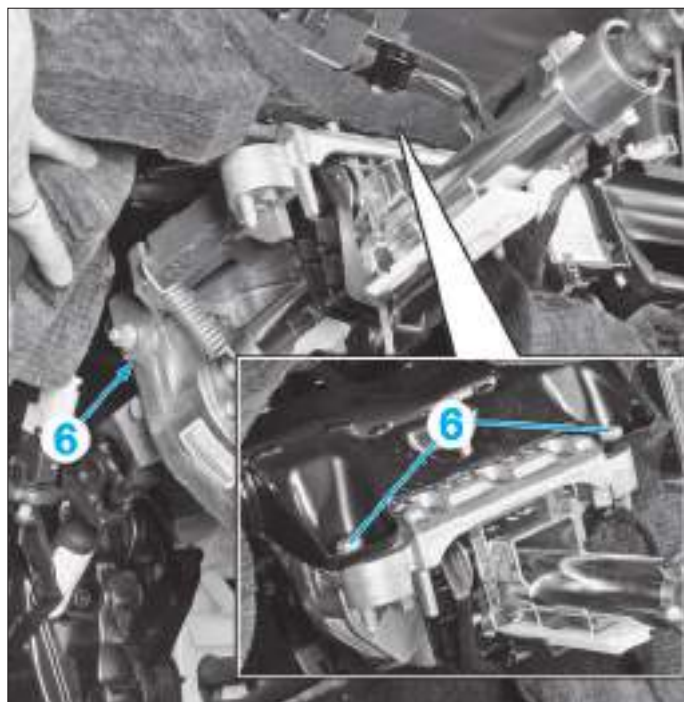

FIG. 10
- Déposer les vis (6) (Fig.10).